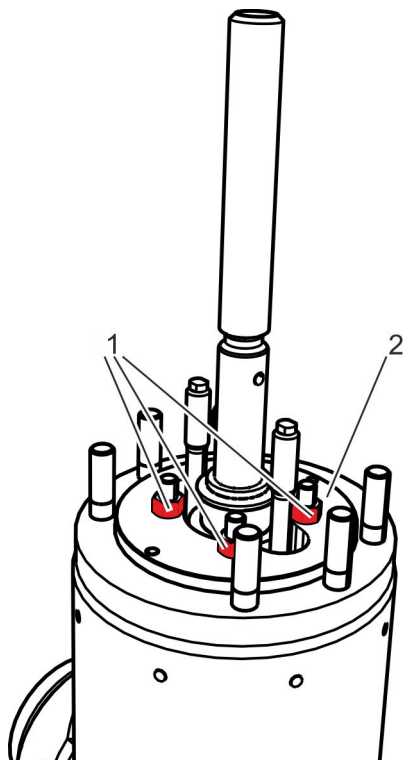

Abb. 33: Muttern Spanndeckel verschrauben
- 20.** Falls vorhanden, Spanndeckel (Abb. 33/2) von oben auflegen.
Spanndeckel (Abb. 33/2) über Kreuz mit Muttern (Abb. 33/1) auf den Stiftschrauben verschrauben.